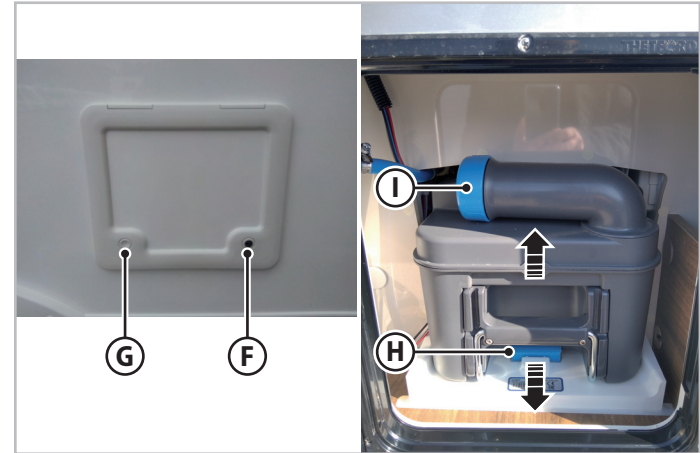

Fig.6.45 - Tømming av WC-kassetten
2. Åpne låsen med nøkkelen (F - Fig.6.45), og ta deretter ut nøkkelen.
3. Trykk på knappene G og F (Fig.6.45) og åpne døren.
4. Trykk lett oppover på håndtaket (H - Fig.6.45) og trekk ut tanken.
5. Fjern lokket (I - Fig.6.45) og trykk på utluftingsknappen for å tømme tanken.